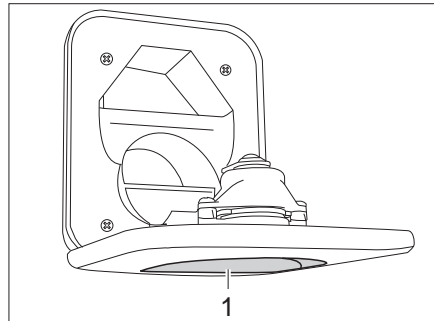

Bild 148 Frischwasser-Einfüllstutzen für Toilette
- Frischwasser-Einfüllstutzen für Toilette (Bild 148,1) oberhalb der Klappe für die Thetford-Kassette öffnen und nach unten schwenken.